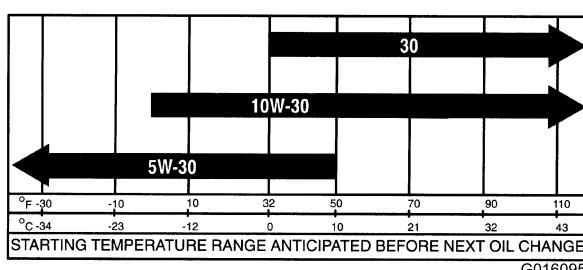

Figure 44
**Viscosité de l'huile moteur :** 10W-30. Choisissez la viscosité de l'huile en fonction de la température ambiante, comme indiqué dans le tableau de la Figure 44.